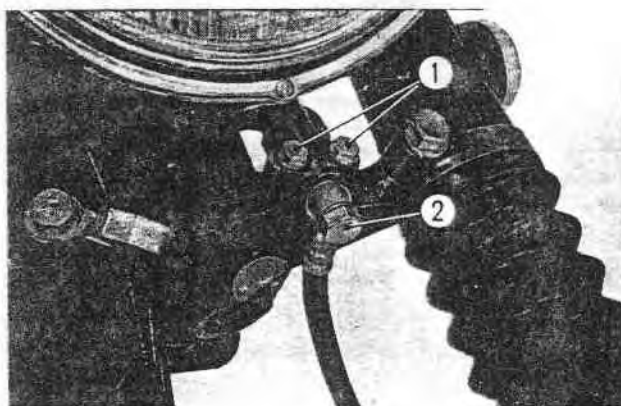

Fig. 16-23 ① Vis de fixation du raccord
2. Desserrer les boulons de fixation du raccord et sortir le contacteur avant de stop du raccord. (Fig. 16-23)